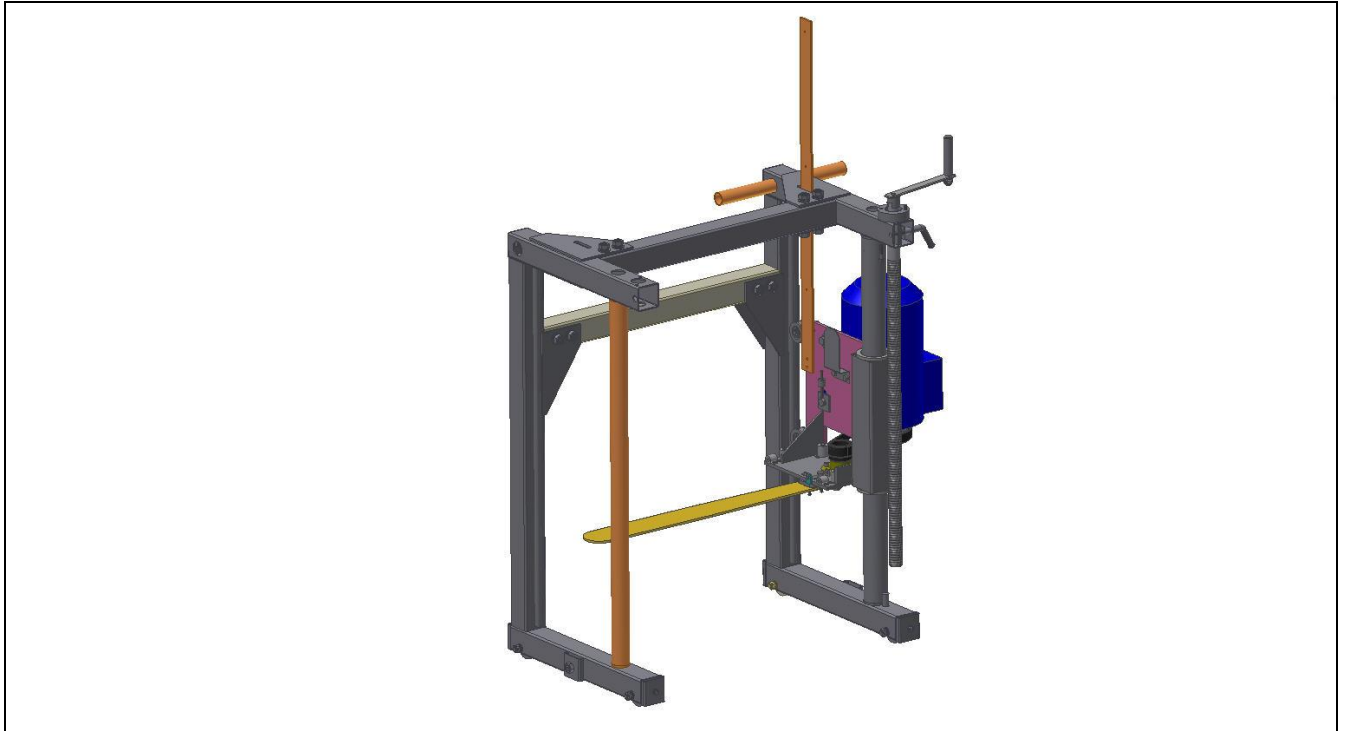

Рисунок 5 – Пильная рама в сборе
6.4.1 Пильная рама шинной пилорамы Мурка М6 поставляется в сборе (рисунок 5).